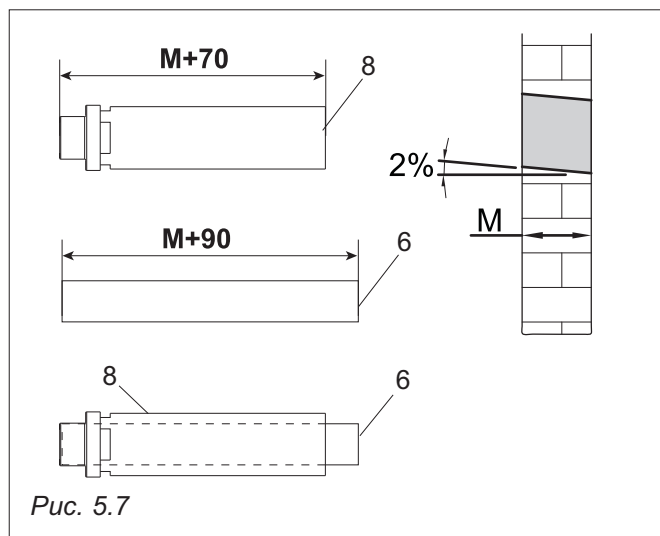

Рис. 5.7
Отметить отверстие для дымохода и проделать его, по возможности, с наклоном в 2% в сторону внешней стены (см. рис. 5.7).
- 3) Проделав отверстие, измерить толщину стены (M).
- Отрезать лишний участок трубы воздуховода (8) с противоположной терминалу стороны таким образом, чтобы ее длина была на 70 мм больше толщины стены (M) (см. рис. 5.7).
- Отрезать лишний участок дымохода (6) таким образом, чтобы его длина была больше толщины стены (M) на 90 мм (см. рис. 5.7).